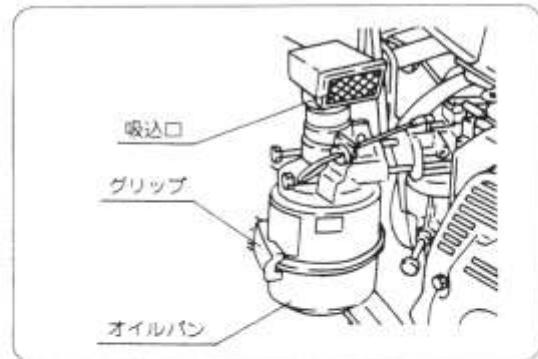

図34
① グリップを外し、オイルパンおよびエレメントを取り外してください。（図34）
④ エアクリーナの吸込み口をホコリの少ない方向（ハンドル側）に向けてください。（図34）